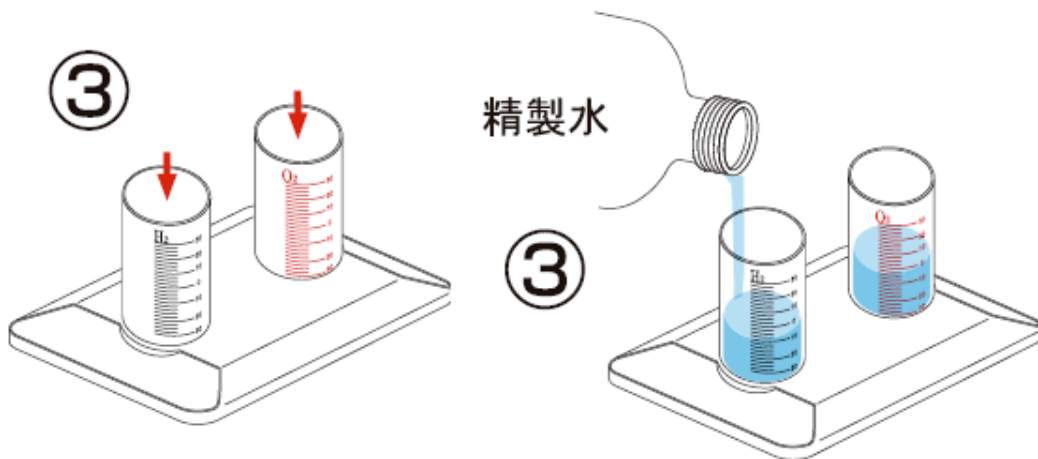

図 3. シリンダーに精製水を注入する.
③ シリンダー用台に H_2 と O_2 用のシリンダーを取り付け（取付済）、目盛りのゼロまで精製水を加える（図 3 参照）。